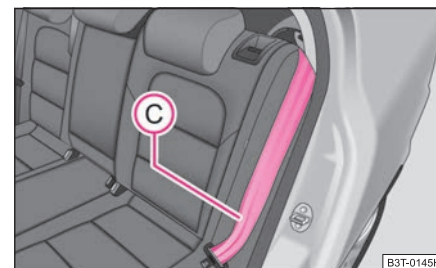

Fig. 69 Bloquear el respaldo de asiento trasero
- Coloque el cinturón de seguridad lateral trasero (C) detrás del borde del revestimiento lateral ⇒ página 77, fig. 69.